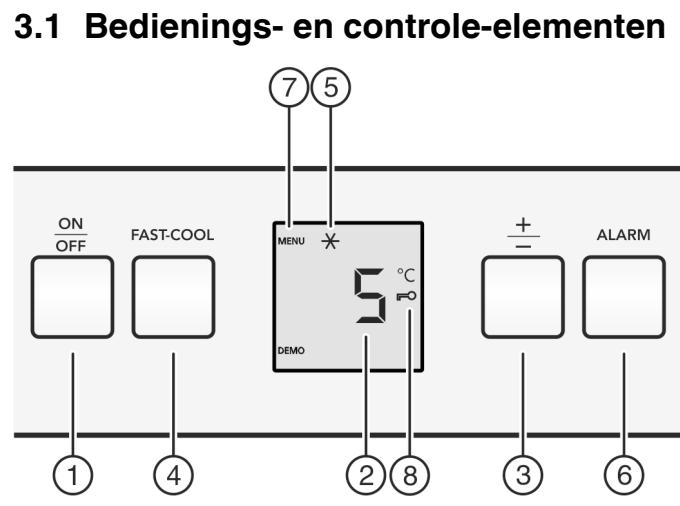

Fig. 2
- Aan/uit-toets Fig. 2 (1) indrukken.
- Toets Fast-Cool Fig. 2 (4) ca. 5 seconden indrukken.
- ▷ Op de display wordt het symbool Menu Fig. 2 (7) weergegeven.
- Met de toets Fast-Cool Fig. 2 (4) kort bevestigen.
- ▷ Het symbool Kinderbeveiliging Fig. 2 (8) op de display gaat branden.
- De toets On/Off Fig. 2 (1) kort indrukken.
- Toets Alarm Fig. 2 (6) indrukken.
- Temperatuurfunctie oproepen: Druk de insteltoets „+/-“ Fig. 2 (3) in.
- Temperatuur in 1 °C stappen wijzigen: Druk de insteltoets „+/-“ Fig. 2 (3) net zo vaak in, totdat de gewenste temperatuur op het temperatuurdisplay oplicht.
- Toets Fast-Freeze Fig. 2 (4) kort indrukken.
- ▷ Het symbool Fast-Cool Fig. 2 (5) brandt op het display.
- Het symbool Fast-Cool Fig. 2 (5) op het display gaat uit.